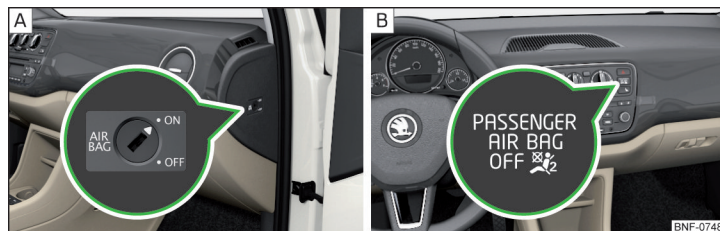

Bild 10 Nyckelbrytare för frampassagerarens frontairbag/kontrollampa för frampassagerarens frontairbag
Frampassagerarens frontairbag kan kopplas från med nyckelbrytaren » bild 10 på sidan 17 - A.
Positioner på nyckelbrytaren » bild 10 - A
- Vrid spåret på nyckelbrytaren » bild 10 - A till position **OFF** med hjälp av nyckeln.
- Kontrollera om kontrollampan **PASSENGER AIR BAG OFF** 🚗 » bild 10 - B lyser när tändningen slagits på.
- Vrid spåret på nyckelbrytaren » bild 10 - A till position **ON** med hjälp av nyckeln.
► Kontrollera att kontrolllampan **PASSENGER AIR BAG OFF**  » bild 10 -  inte lyser när tändningen slagits på.